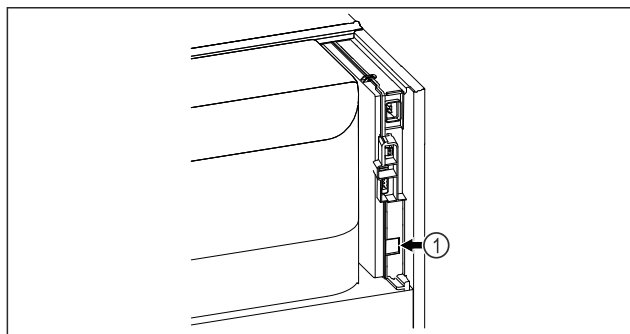

Fig. 48
- SmartModule Fig. 48 (1) è inserito.